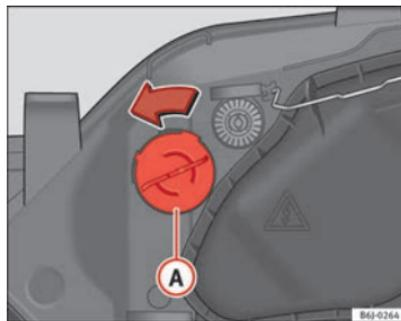

Fig. 169 Luz indicadora de mudança de direcção
- Rode o porta-lâmpadas ⇒ Fig. 169 Ⓐ para a esquerda e puxe.